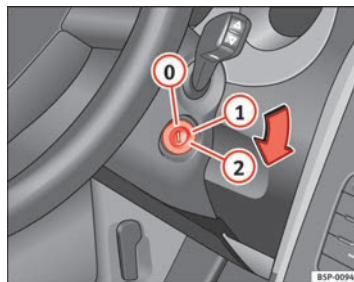

Fig. 139 Posiciones de la llave de contacto
En esta posición ⇒ fig. 139 el encendido y el motor están desconectados pudiéndose bloquear la dirección.
- Gire la llave de contacto hasta la posición ⇒ fig. 139 ①. El testigo se encenderá en caso de precalentamiento del motor. ►
- En cuanto se apague el testigo, gire la llave de encendido a la posición ② para poner en marcha el motor y no pise el acelerador.
- Gire la llave de contacto a la posición ⇒ fig. 139 ①.